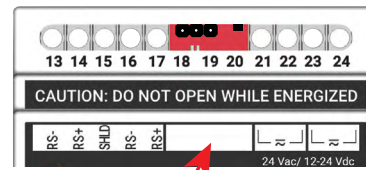

Abbildung 7b: Adressfeld
- Tragen Sie die Adresse in das dafür vorgesehene Feld auf der Abdeckung des TTSIM-3/4 ein, wie in Abbildung 7b dargestellt.